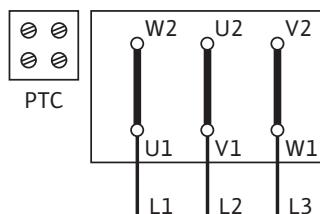

Fig. 45: Y-Δ-start (standard)
Koblingsskjemaet for elektrisk tilkobling befinner seg i koblingsboksen (se også Fig. 45/46).
- Netttilkoblingen til klemmebrettet er avhengig av motorytelsen P_2 , nettspenningen og innkoblingstypen. Den nødvendig koblingen til forbindelsesbroene i koblingsboksen finner du i påfølgende opplisting "Tab. 4: Tilordning av koblingsklemmer" på side 17 og i Fig. 45/46.
Y-Δ-start (Standard)	Forbindelsesbroer fjernes (Fig. 45)